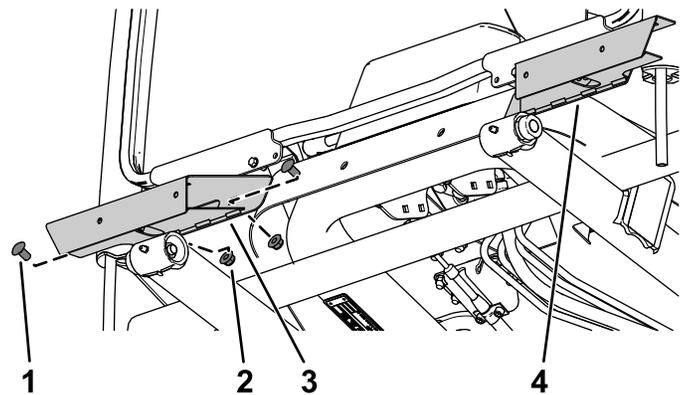

Bild 14
1. Befestigen Sie die linke und rechte Scheinwerferhalterung mit zwei Schlossschrauben ( $\frac{3}{8}'' \times \frac{3}{4}''$ ) und zwei Sicherungsmuttern ( $\frac{3}{8}''$ ) auf jeder Seite am Kabinenrahmen (Bild 14).